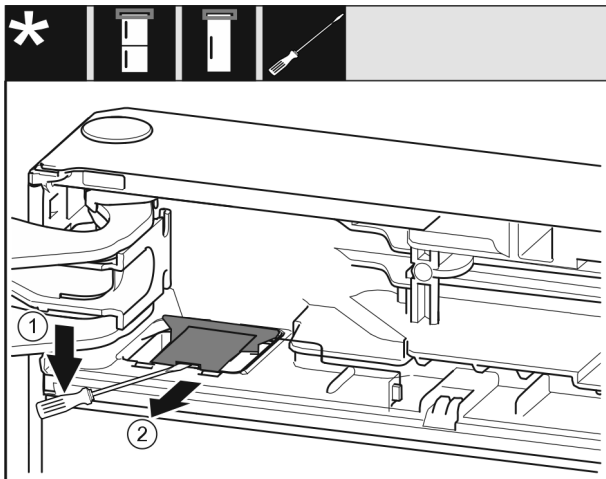

Fig. 7
- ▶ Pattintsa ki a fedelet lapos csavarhúzóval, és emelje fel. Fig. 7 (1)
- ▶ Vegye ki a fedelet. Fig. 7 (2)